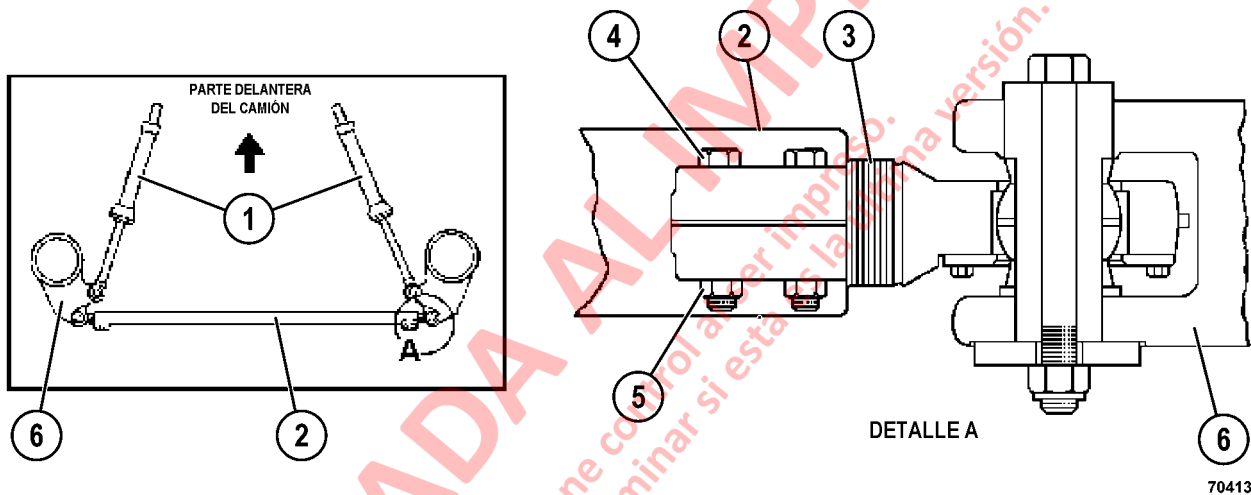

FIGURA 3-16. CONJUNTO DE LA BARRA DE DIRECCIÓN TIPO
- a. Suelte las tuercas de seguridad de la abrazadera (5, Figura 3-16) en la barra de dirección. Gire la barra de dirección lo necesario para obtener la configuración correcta de convergencia.
5. Apriete las tuercas de seguridad (5, Figura 3-16) a $420 \pm 42 \text{ N}\cdot\text{m}$ ($310 \pm 31 \text{ ft lb}$).
NOTA: Las tuercas de seguridad (5) se deben instalar en el mismo lado de la barra de dirección que el retén del rodamiento (hacia abajo), como se muestra en la Figura 3-16.